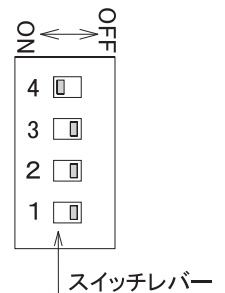

図11 オゾン基板 SW1
- ⑤制御基板のSW3は全てOFF（下側）に切替える。
- ⑥オゾン基板のSW1の各スイッチを図11と表12の位置に切替える。
- ⑦操作パネル、前面版（上）を元に戻す。
- ⑧電源を入れる。